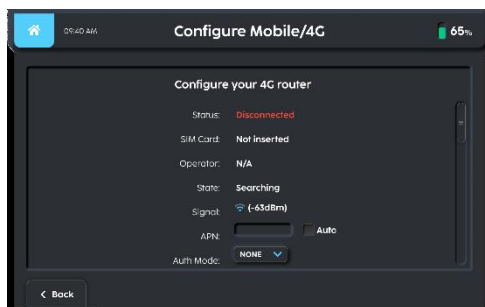

Fig. 8
1. De bediener kan de mobiel/4G-instellingen configureren (fig. 8)